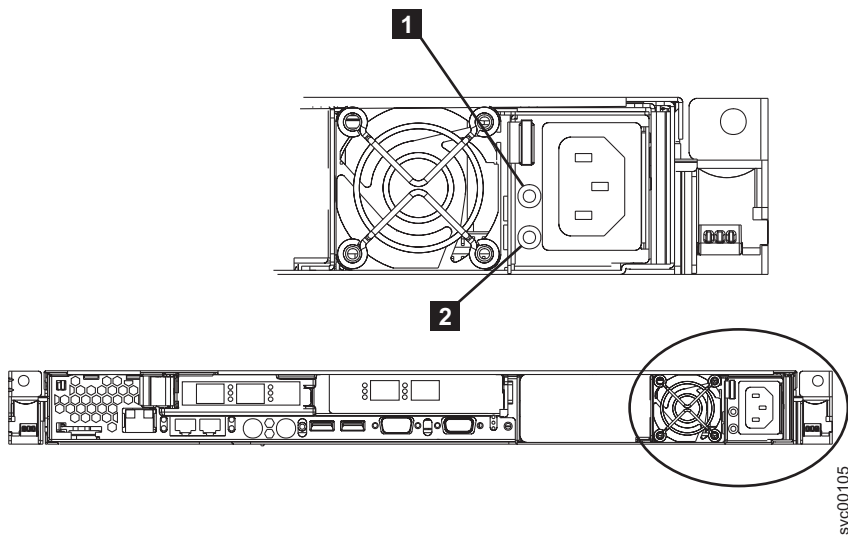

図 133. AC および DC 電源 LED
5. 電源装置のファンが始動し、電源装置上の AC 電源 LED **1** と DC 電源 LED **2** が点灯 (電源装置が正しい作動状態であることを示す) していることを確認します。452 ページの図 133 を参照してください。